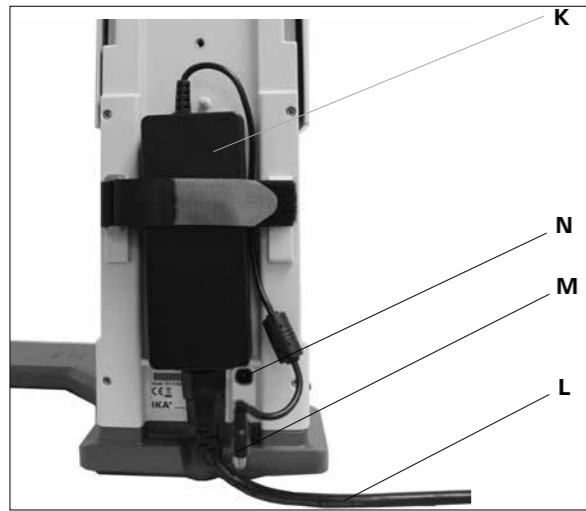

Fig. 9
### 3.) Befestigen des Schaltnetztes. (Fig. 9)
- Befestigen Sie das Schaltnetzteil (K) auf der Gerätrückseite. Fixieren Sie es mit dem Klettverschluss, indem Sie beide Laschen über dem Netzteil zusammenziehen. Das Klettband darf nicht unter dem Schaltnetzteil liegen.
- Verbinden Sie den Niederspannungsstecker (M) mit der Anschlußbuchse (N). (Fig. 9)
- Stecken Sie das Netzkabel (L) in das Schaltnetzteil und verbinden Sie es mit der Spannungsquelle.